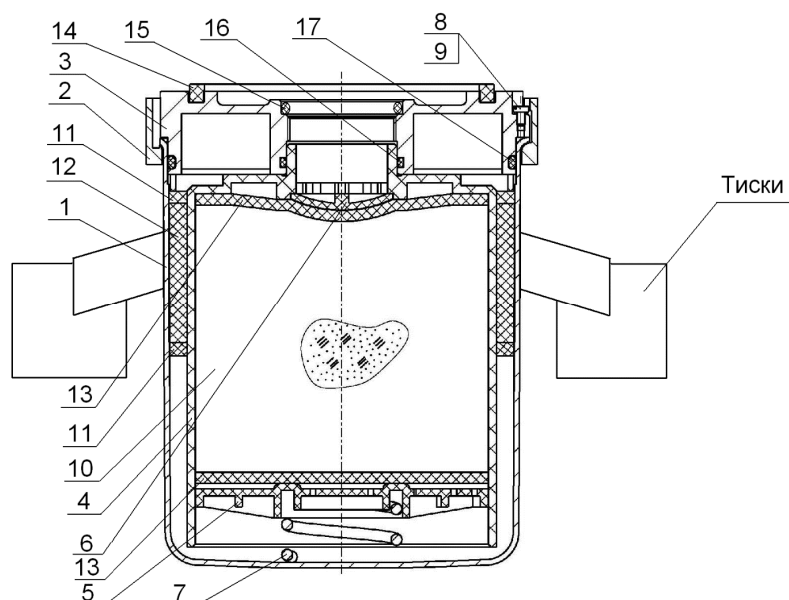

Рис. 1 Патрон регенерационный 8043.35.12.460
- разборку патрона производить, установив и зажав его в тисках с мягкими накладками на губки для предотвращения деформации колпака 1, как показано на рис. 1.
Сборку патрона производить в соответствии с рис. 1.